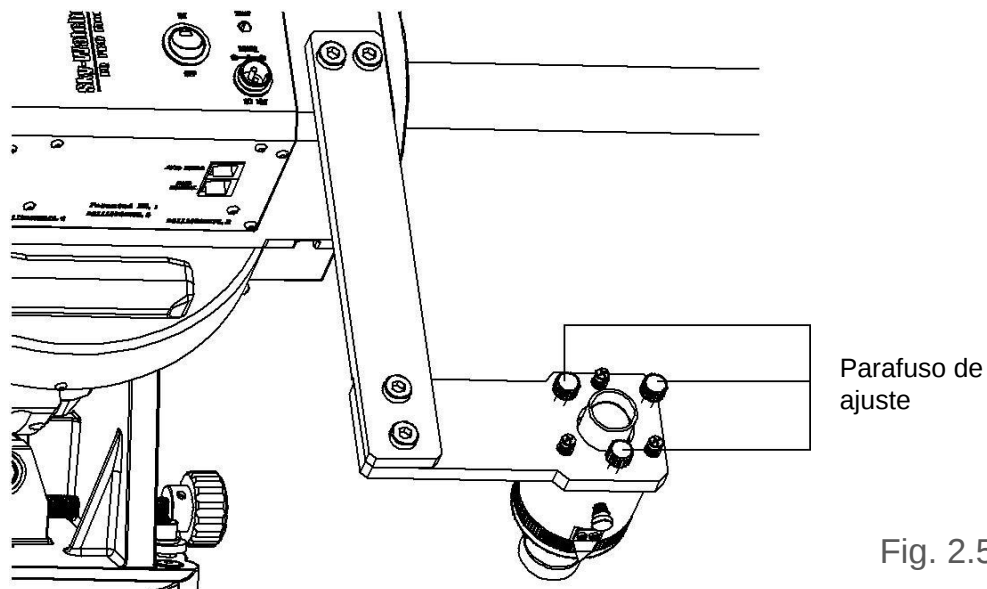

Fig. 2.5d
5. Se o objeto se afasta do retículo, então ajuste os três parafusos pequenos, como mostrado na FIG. 2.5d para eliminar o desvio pela metade.